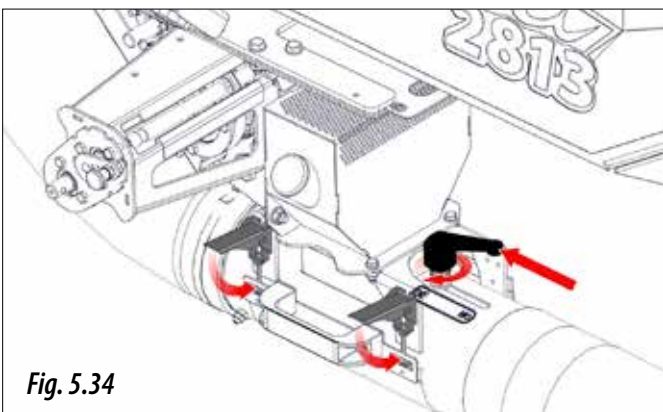

Fig. 5.34
4.A.5- Dès lors que le produit cesse de tomber, refermer le couvercle de l'injecteur venturi, placer la manette d'étalonnage en position « OK » et la verrouiller (figure 5.34).